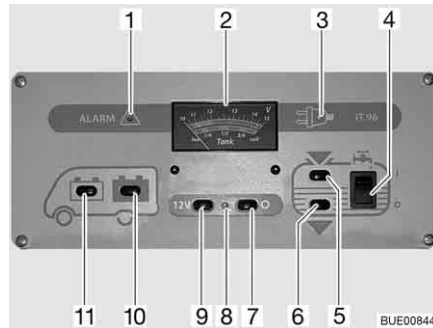

Bild 133 Panel IT 96-2
Med huvudbrytaren 12 V (Bild 133,7 och 9) kopplas panelen och bodelens 12 V-försörjning till eller från.
Slå på: ■ Tryck på knappen (Bild 133,9) "12 V": 12 V-försörjningen för bodelen är påslagen. Kontrollampan (Bild 133,8) lyser grönt.
Slå från: ■ Tryck på knappen (Bild 133,7) "O": 12 V-försörjningen för bodelen är avstängd. Kontrollampan (Bild 133,8) slocknar.
Med instrumentet V/tank (Bild 133,2) avläses den övre skalan. Instrumentets belysning tänds automatiskt när en knapp trycks in.
- Tryck på knappen (Bild 133,11) "🔋": Startbatteriets spänning visas.
- Tryck på knappen (Bild 133,10) "🔋": Bodelsbatteriets spänning visas.
På instrumentet V/tank (Bild 133,2) avläses den undre skalan. Instrumentets belysning tänds automatiskt när en knapp trycks in.
- Tryck på knappen (Bild 133,5) "": Vattenvolymen visas.
- Tryck på knappen (Bild 133,6) "": Avloppsvattenvolymen visas.
- Vippkontakten (Bild 133,4) trycks in upptill "I": Vattenförsörjningen är aktiverad.
- Vippkontakten (Bild 133,4) trycks in nedtill "O": Vattenförsörjningen är avstängd.
Den röda varningslampan "ALARM" (Bild 133,1) blinkar så snart spänningen i bodelsbatteri har sjunkit till under 11 V (mätning under pågående drift) och risk för djupurladdning föreligger.
Kontrollampan 12 V (Bild 133,8) lyser då huvudbrytaren 12 V (Bild 133,9) är inkopplad.
Den gula 230 V-kontrollampan (Bild 133,3) lyser när nätspänningen ligger på el-blockets ingång.